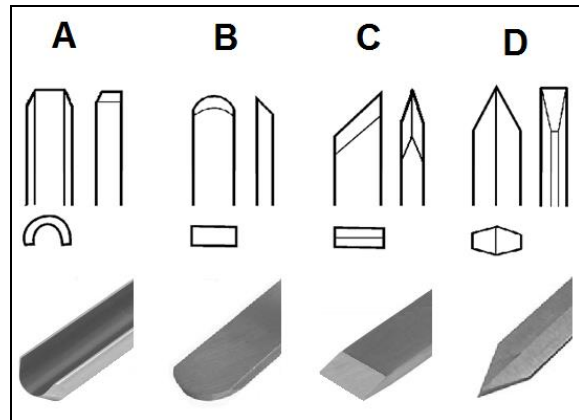

Fig 7
**Drechselröhre (A, Fig 7)**
**Schaber (B, Fig 7)**
**Schrägmeißel (C, Fig 7)**
**Abstechstahl (D, Fig 7)** Wird verwendet um direkt in das Werkstück einzutauchen, z.B. beim Einstechen auf Mass, Hinterdrehen, und Abstechen. Kann auch als Schaber eingesetzt werden.